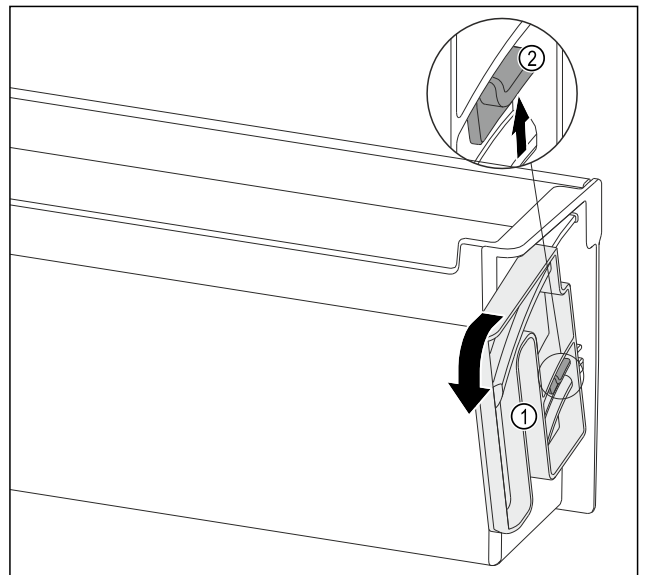

Fig. 115
- Draai-eenheid Fig. 115 (1) in de aangegeven richting tot aan de aanslag draaien.
- Strip Fig. 115 (2) omhoog duwen en draai-eenheid Fig. 115 (1) wegnemen.